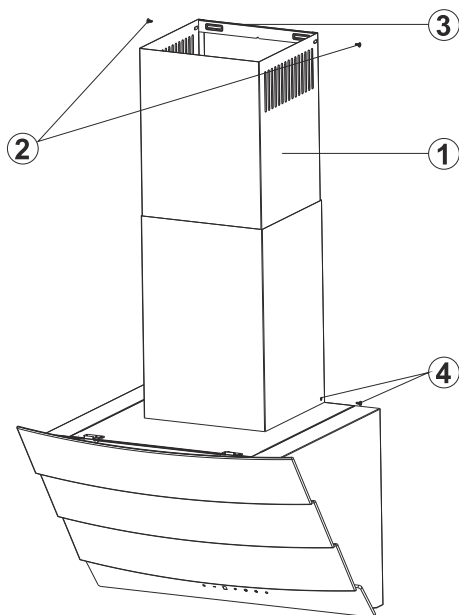

Fig. 14: MONTERING AF SKORSTENE
- Træk nu den indvendige skorsten op mod loftet. Fastgør denne med 2 skruer på siderne i toppen (2). Skru også den udvendige skorsten fast på siderne i bunden(4) (Fig. 14)